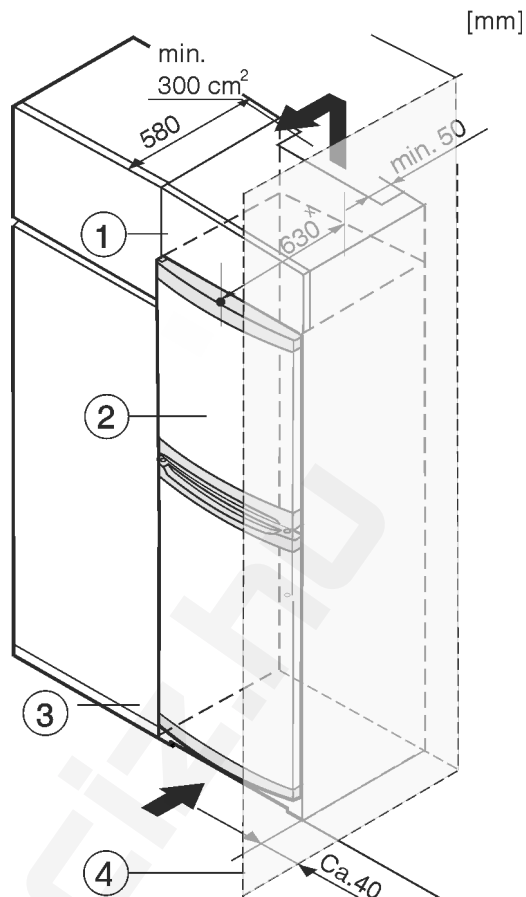

Fig. 8
A készüléket körbe lehet építeni konyhaszekrényekkel. Rá lehet szerelni Fig. 8 (2) egy rátét szekrényt, hogy a készüléket a konyhabútorok magasságához Fig. 8 (1) igazítsa.
Ha (max. 580 mm mélységű) konyhaszekrényekkel építi körül, akkor a berendezést közvetlenül a konyhaszekrény Fig. 8 (3) mellett is felállíthatja. A készülék oldalirányban 34 mmx, a közepétől pedig 50 mmx távolságban nyúlik túl a konyhaszekrény előlapjához képest.
Mikor a berendezést a csuklópántokkal egy fal Fig. 8 (4) mellett állítja fel, akkor a berendezés és a fal közti távolság legalább 40 mm legyen. Ez nyitott ajtó esetén megfelel a fogantyú túlnyúlásának.